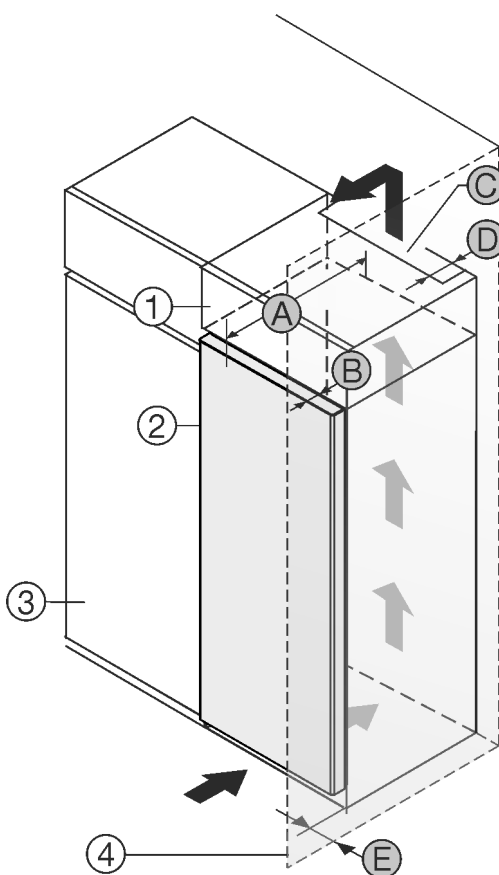

Fig. 1
A készülék közvetlenül a konyhaszekrény *Fig. 1 (3)* mellé állítható.*
A rátétszekrény hátoldalán egy megadott mélységű *Fig. 1 (D)* szellőzőaknát kell kialakítani a rátétszekrény teljes szélességében.*
A mennyezett alatt be kell tartani a szellőző keresztmetszetet *Fig. 1 (C)*.*
Ha a készüléket a zsanérjaival a fal *Fig. 1 (4)* mellé állítja fel, legalább 13 mm távolságot kell tartani a faltól.*
Ha a készüléket a zsanérjaival a fal *Fig. 1 (4)* mellé állítja fel, legalább 20 mm távolságot kell tartani a faltól.*
Ahhoz, hogy az ajtót teljesen ki tudja nyitni, a készüléknek a konyhaszekrény elülső oldalához képest legalább az ajtó mélységének *Fig. 1 (B)* megfelelően ki kell állnia. A konyhaszekrények *Fig. 1 (3)* mélységétől és a fali távtartók használatától függően a készülék nagyobb mértékben is túllóghat előrefelé.*